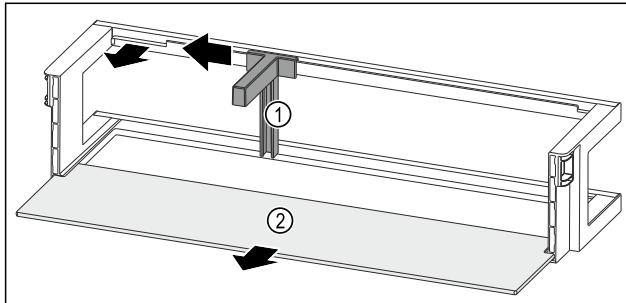

Fig. 98 Рафт на врата с преграда за бутилки и рафт
- Пълзнете преградата за бутилки Fig. 98 (1) настрани до прореза.
- Свалете преградата за бутилки Fig. 98 (1).
- Свалете рафта Fig. 98 (2).